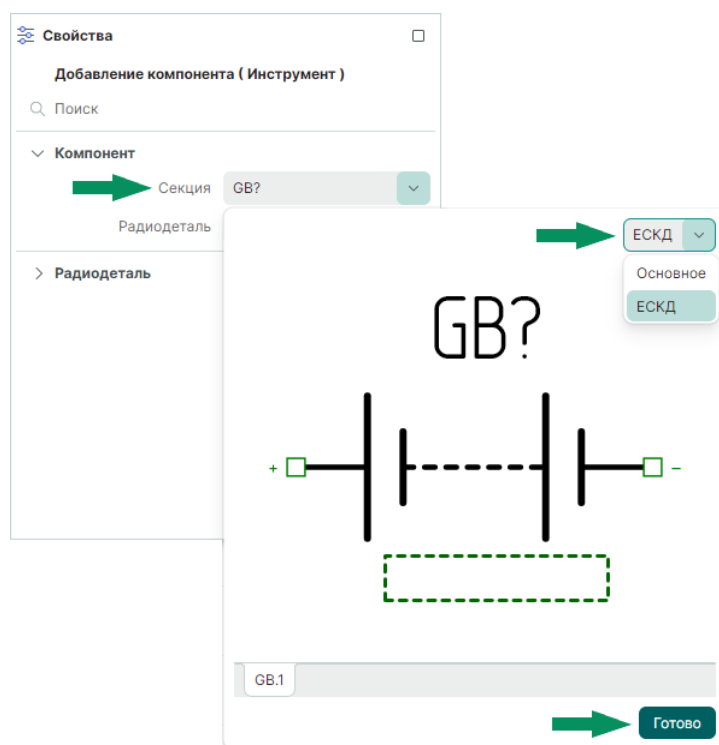

Рис. 69 Выбор представления УГО
3. Выберите необходимое представление с помощью выпадающего меню в правом верхнем углу формы, нажмите «Готово», см. Рис. 69.